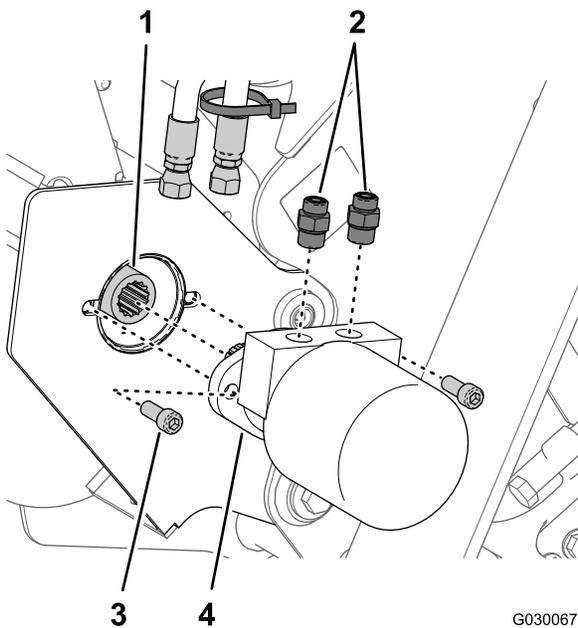

Bild 3
4. Schließen Sie die zwei Hydraulikschläuche vom geraden Anschlussstück am Hydraulikmotor ab (Bild 3).
5. Entfernen Sie die zwei Sechskantschrauben ($\frac{1}{2}$ " x $1\frac{1}{4}$ "), mit denen der Hydraulikmotor für den Grabenfräsenantrieb am Kopf der Grabenfräse befestigt ist, und nehmen Sie den Hydraulikmotor ab (Bild 3).
7. Entfernen Sie die zwei geraden Hydraulikanschlusstücke vom alten Hydraulikmotor (Bild 3).
8. Nehmen Sie die Kupplung von der Antriebswelle der Grabenfräse ab (Bild 3).